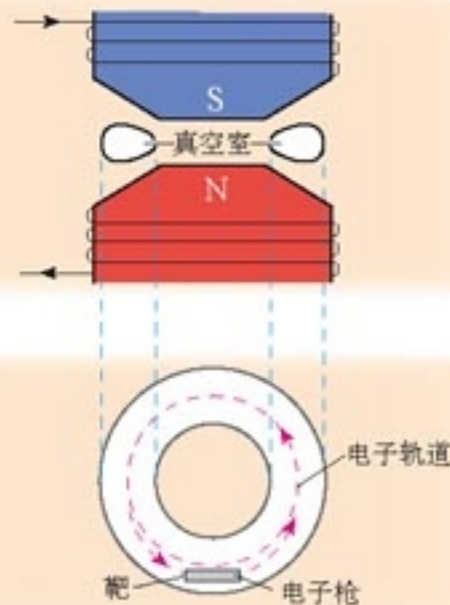

图4.5-2 电子感应加速器
**例题** 现代科学研究中常要用到高速电子，电子感应加速器就是利用感生电场使电子加速的设备。它的基本原理如图4.5-2所示，上、下为电磁铁的两个磁极，磁极之间有一个环形真空室，电子在真空室中做圆周运动。电磁铁线圈电流的大小、方向可以变化，产生的感生电场使电子加速。上图为侧视图，下图为真空室的俯视图，如果从上向下看，电子沿逆时针方向运动。
在图4.5-2中，磁场方向由下向上。根据楞次定律，为使真空室中产生顺时针方向的感生电场，磁场应该由弱变强。也就是说，为使电子加速，电磁铁中的电流应该由小变大。